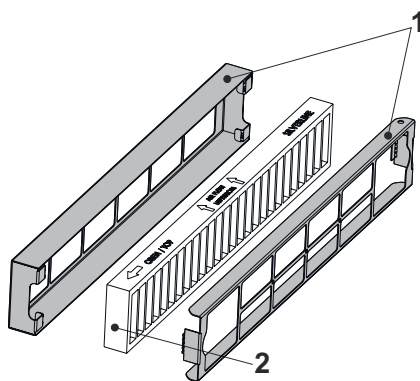

Fig. 12
4. ➔ Fjern det gamle kulfilter fra huset, og erstat det med et nyt kulfilter (Fig. 12).
Ved udskiftning af kulfilteret må du kun udskifte kulfilteret, men ikke smide kulfilterhuset væk. Kulfilterhuset er ikke til engangsbrug (Fig. 12).
Vær opmærksom på luftstrømmens retning, når du placerer kulfilteret i sit hus (Fig. 12).
Kulfilter og Helsa-filtre bør ikke anvendes uden montering af kulfilterhuset (ved Fig. 12/1)